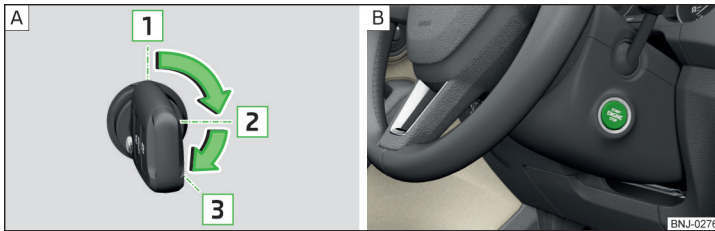

Abb. 209 Positionen des Fahrzeugschlüssels im Zündschloss / Starterknopf
Positionen des Fahrzeugschlüssels im Zündschloss » Abb. 209 - **A**
› Den Knopf drücken » Abb. 209 - **B**, die Zündung wird ein-/ausgeschaltet.
- › Bei Fahrzeugen mit **Zündschloss** den Schlüssel in die Position **3** drehen » Abb. 209 auf Seite 179 - **A**, es erfolgt der Startvorgang. Dann den Schlüssel loslassen, der Motor springt automatisch an.
- › Bei Fahrzeugen mit **Starterknopf** den Knopf kurz drücken » Abb. 209 auf Seite 179 - **B**, der Motor springt automatisch an.
- › Bei Fahrzeugen mit **Zündschloss** den Schlüssel in die Position **1** drehen » Abb. 209 auf Seite 179 - **A**.
- › Bei Fahrzeugen mit **Starterknopf** den Knopf drücken » Abb. 209 auf Seite 179 - **B**, der Motor und die Zündung werden gleichzeitig ausgeschaltet.
► Den Knopf gedrückt halten » **Abb. 209** auf Seite 179 -  oder zweimal innerhalb von 1 Sekunde drücken.